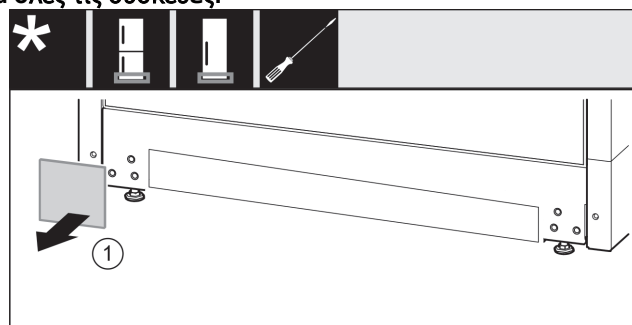

Fig. 13
- Αφαιρέστε το κάλυμμα. Fig. 13 (1)